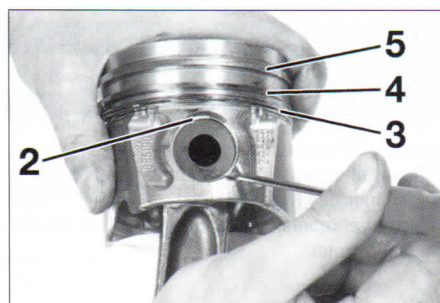

FIG. 58
- Montar los segmentos aceitados en los pistones comenzando por el segmento rascador (3) compresión (4) y finalmente el segmento de fuego (5) colocando las marcas "TOP" hacia la cabeza del pistón. Separar los cortes de los segmentos a 120°, separándolos del bulón y el corte del segmento rascador (fig. 58).